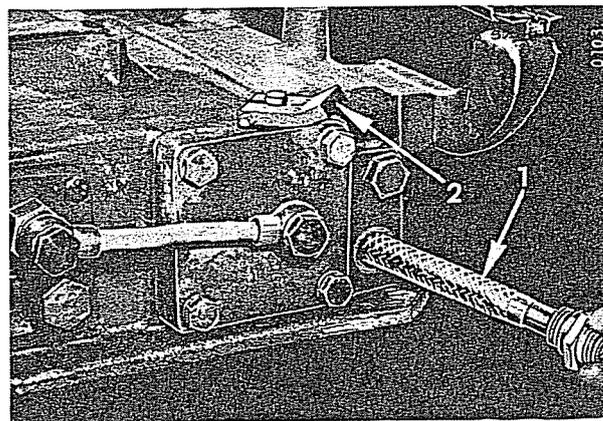

Fig. 60
Le nettoyage du filtre d'aspiration (1, Fig. 60) et le changement de l'huile aux intervalles de temps prescrits assure au système hydraulique un fonctionnement exempt de pannes.
- Dévissez la tuyauterie d'alimentation et démontez le filtre d'aspiration (1, Fig. 60). Nettoyez le filtre dans du combustible Diesel avec une brosse douce. Soufflez à l'air comprimé de l'intérieur vers l'extérieur pour le sécher.